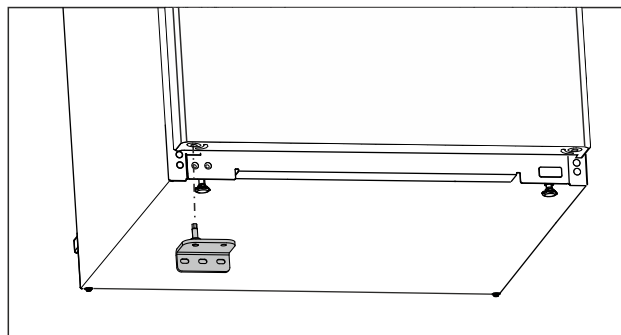

Fig. 17
- ▶ Установите нижний опорный кронштейн на противоположной стороне. (см. *Fig. 17*)